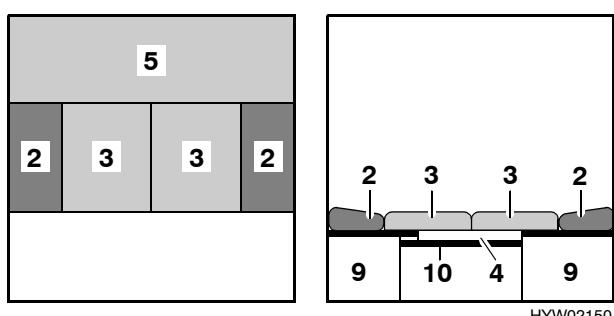

Fig. 87 Dopo la trasformazione
- Posizionare i due cuscini del divano (Fig. 87,3) al centro.
- Piazzare i cuscini dello schienale (Fig. 87,2) tra i cuscini del divano e la parete esterna.